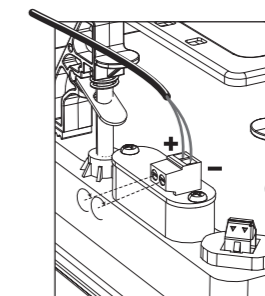

Fig. 7. Connecting Speaker Wires to the Frame
2. Localice el conector de terminal de tornillo en la parte posterior del marco (Fig. 7). La polaridad de las conexiones está marcada como se muestra en la ilustración.